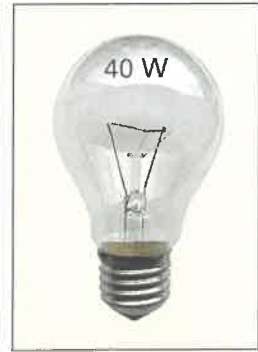

Bild 1: 230-V-Glühlampe
2. Berechnen Sie **a)** die Leistungsabgabe P_{ab} einer 40-W-Glühlampe (**Bild 1**) mit einem Wirkungsgrad von 0,05 und **b)** die Verlustleistung P_v . **c)** Begründen Sie im Antwortsatz das Herstellungsverbot von Glühlampen.